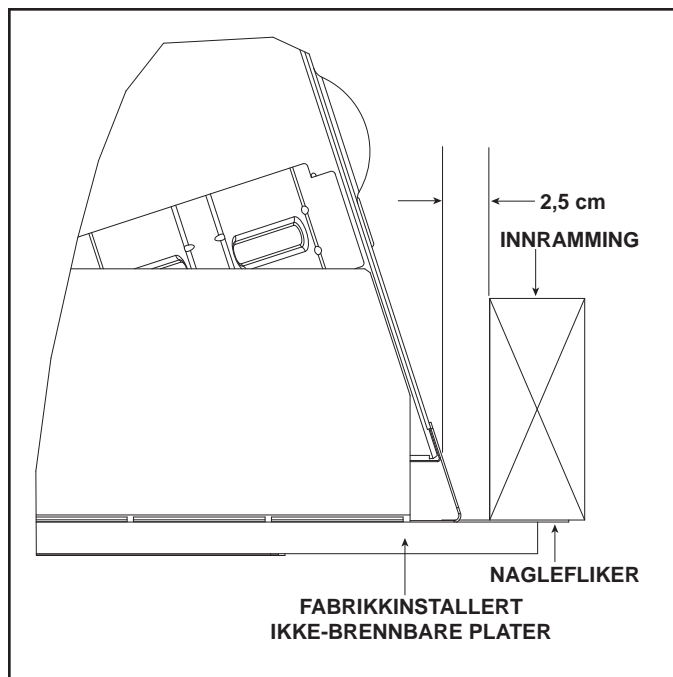

Fig. 13.2 Forsidens ferdiggjøringsdetalj
2. Skru hver nagleflik til rammematerialet ved siden av. Pass på at det er luftromsklaring på begge sider av peisen. Se Fig. 13.2.